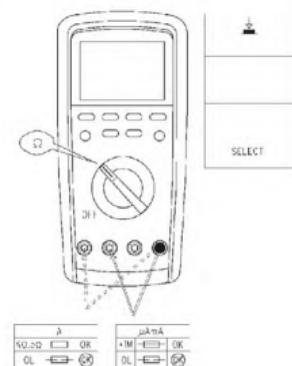

図4b
* 抵抗測定機能を利用して自己で内部配置ヒューズを検査でき、詳しく (図 4b) を参照して下さい